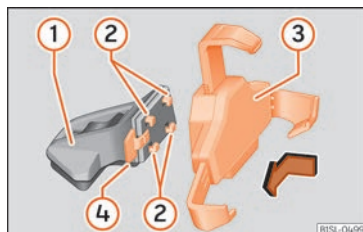
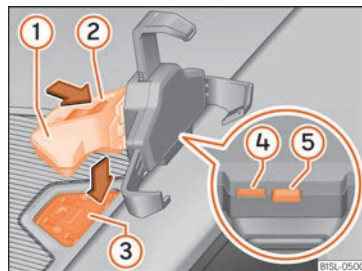

Fig. 107 Ensamblar el soporte universal y el brazo de sujeción.
Fig. 108 En la consola central: cierre del hueco para el alojamiento del sistema de infotainment.
- Presione la tecla de desbloqueo »» fig. 108 (5) hasta que el brazo superior del soporte universal se suelte.
- Coloque el smartphone en las fijaciones inferiores. Para ajustar las fijaciones inferiores, pulse la tecla »» fig. 108 (4).
- Sujete el soporte universal »» fig. 107 (3) y pulse la tecla de desbloqueo »» fig. 107 (4).
- Sujete el brazo soporte »» fig. 108 (1) y pulse la tecla de desbloqueo »» fig. 108 (4) en el sentido de la flecha.
- Introduzca el soporte universal »» fig. 107 (3) en los encastes (2) del brazo soporte (1).
- Desplace el soporte universal lateralmente en dirección al bloqueo (4) hasta que encastre de forma audible »» ⚠.
- Coloque el brazo soporte »» fig. 108 (1) en la placa de sujeción »» fig. 108 (3) desde arriba y presiónelo hacia abajo hasta que oiga que ha encastrado »» ⚠.